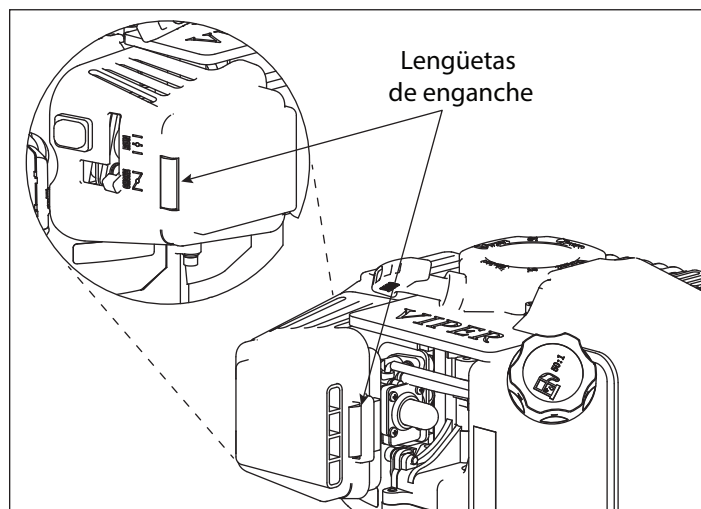

Figura 5
2. Para retirar la cubierta del filtro de aire, apriete las lengüetas de retención en ambos lados de la cubierta. **CONSULTE LA FIGURA 5.**